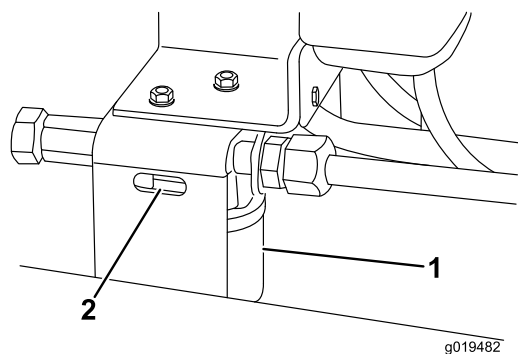

Bild 74
2. Reinigen Sie den Anbaubereich des Filters. Stellen Sie eine Auffangwanne unter den Filter und entfernen den Filter (**Bild 74**).